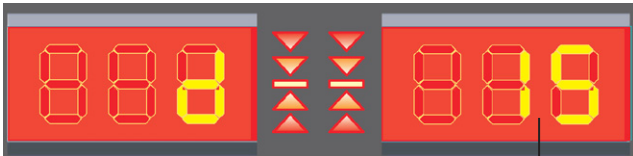

Fig. 20
Extraire la tige de la pige et la mettre à l'intérieur de la jante, à la distance où sera positionné l'éventuel poids adhésif (**Fig. 19**) et maintenir la position pendant quelques secondes, lorsque la mesure est acquise, le diamètre de la jante mesurée s'affiche sur le display D2 y du symbole "d" sur le display D1 (**Fig. 20**). La mesure des dimensions pour la modalité STATIQUE est terminée.
Extraire la tige de la pige et la mettre contre le bord interne de la jante (Fig. 19) en position de mesure pendant quelques secondes ; lorsque la mesure est acquise le diamètre de la jante mesurée s'affiche (Fig. 20). Pour compléter l'introduction des données nécessaires pour la modalité DYNAMIQUE, il est nécessaire de saisir la largeur de la roue. En absence de la tige externe automatique, l'opérateur doit appuyer sur les touches  /
- extraire la tige et la mettre contre le bord interne de la jante (ALU-S1) ou à l'intérieur de la jante, à la distance où sera positionné l'éventuel poids adhésif (ALU-S2) "à midi" (**Fig. 28**), et maintenir la position pendant quelques secondes. L'indication de mesure saisie est donnée par l'affichage du diamètre jante relevé (**Fig. 20**).